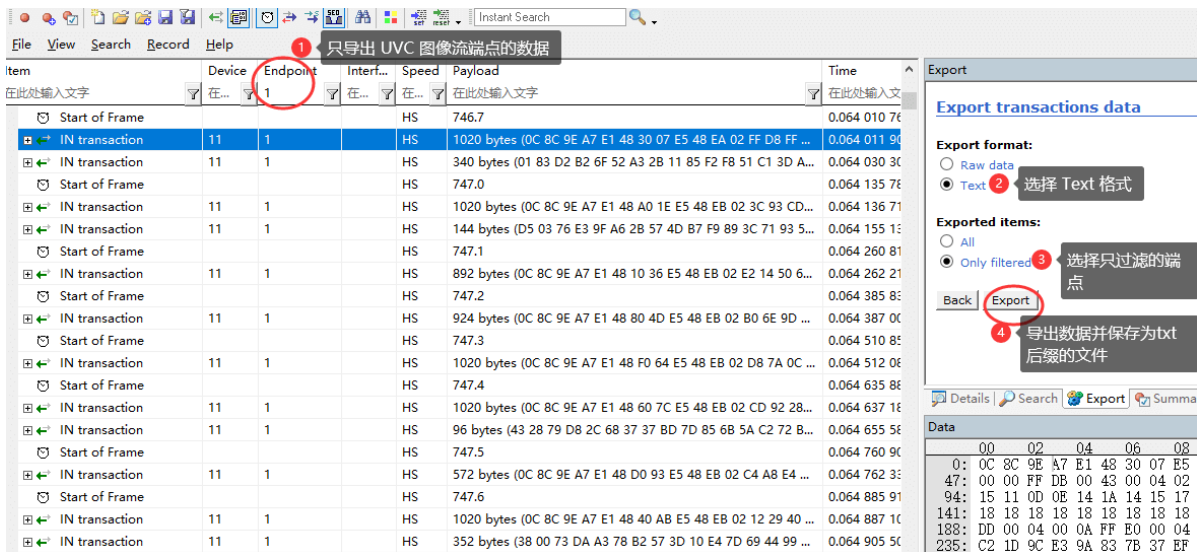

图 3 UVC 分析仪数据
2. 参考图 3 的步骤，导出 Text 格式的文件（File -> Export -> Transactions data -> Text），并保存文件；